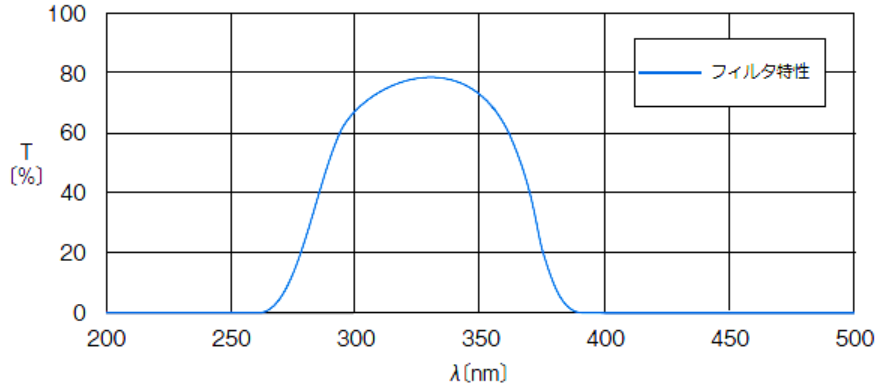

図 2 光学フィルタ特性(T:透過率 λ:波長)
- (1)対象波長 紫外線 UV-A (受光波長 300nm~370nm)
- (2)フィルタ特性 中心波長 325nm~330nm(図 2 参照)